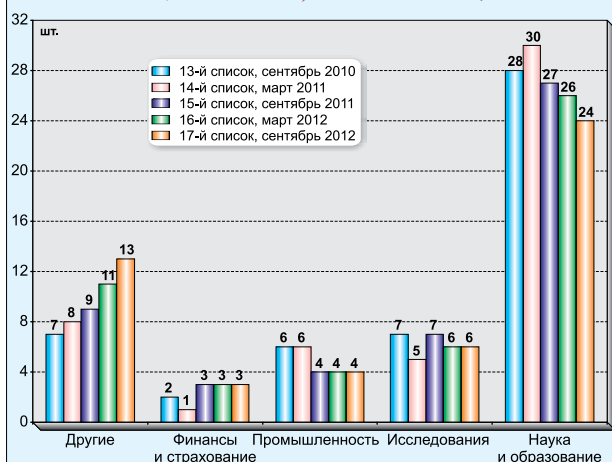

Рис. 5. Области применения суперкомпьютеров, включенных в российский Top50 (2010–2012 гг., списки 13÷17)
Согласно данным российского рейтинга Top50 (рис. 5), в сентябре 2012 г. в сфере научных исследований было задействовано шесть систем, сегмент работающих на промышленность суперкомпьютеров состоял из четырех систем, а в области финансов и страхования трудились три системы. Почти половина супервычислителей (24) занята в сфере российского высшего образования. За период с сентября 2011 года радикальных изменений не произошло – тогда цифры были такими: 7, 4, 3 и 27 систем.